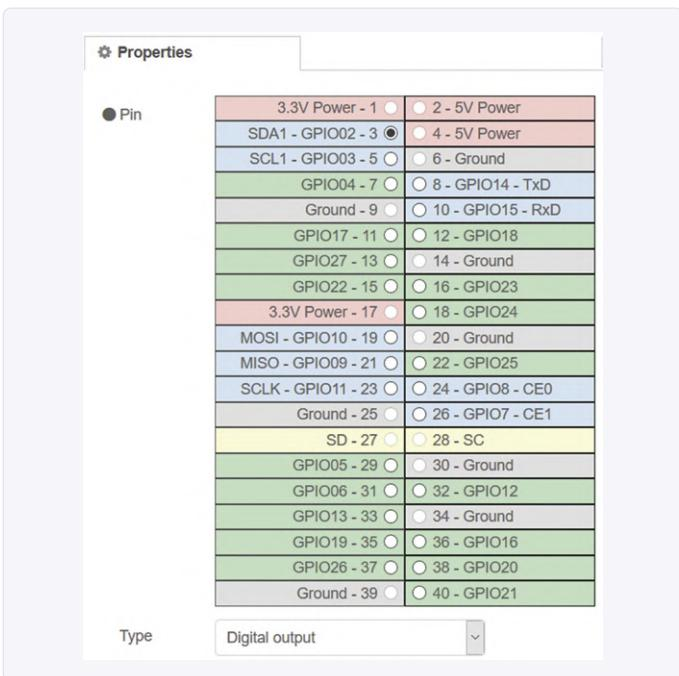

Figure 6. Configuration du module *gpio out* du Raspberry Pi.
- Double-cliquez sur le module *rpi gpio out* pour le configurer (**fig. 6**). Réglez la *broche* sur GPIO2, *Type sur la* sortie numérique, cliquez sur *Initialiser l'état de la broche* (= *Initialise pin state*) et réglez l'état initial de la broche sur 0. Nommez le module LED. Cliquez sur *Done* pour fermer l'écran de configuration.